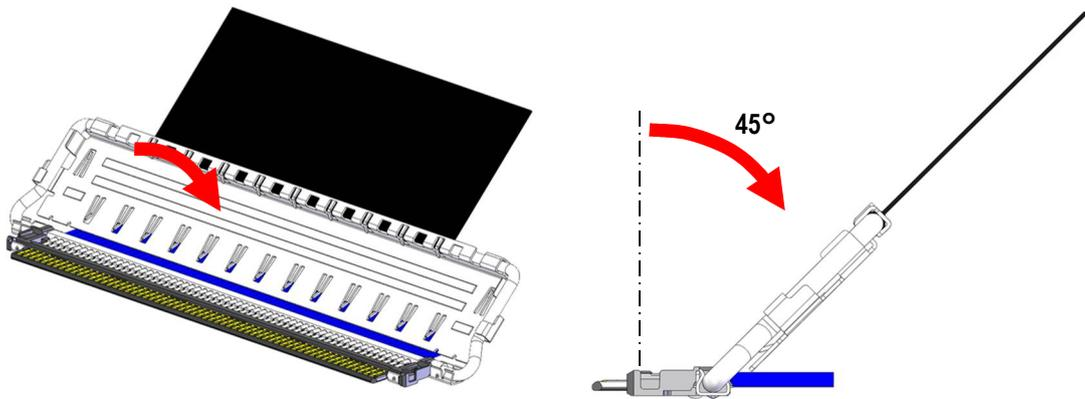

Fig.6 Tilt Lock Bar Assembly
- ① Fig.6 の様に Lock bar assembly をケーブル側に 45°傾ける。